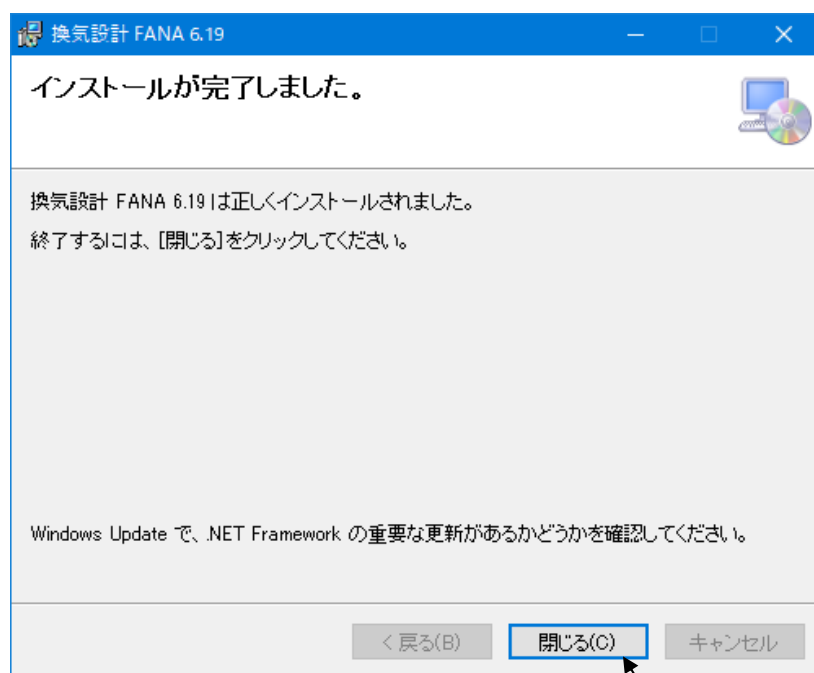

図5
- (5) 『インストールの完了』画面(図5)が表示されます。
[閉じる(C)] ボタン(図5-①)をクリックしてください。